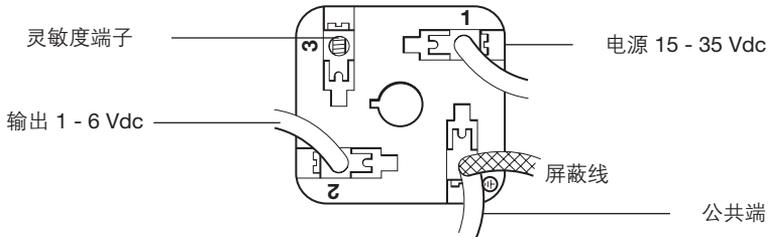

图6 移出罩壳的接线板(中灵敏度)俯视图
3. 如果大于6伏,按图6、7和8改变端子3的接法选定下一档低灵敏度范围。